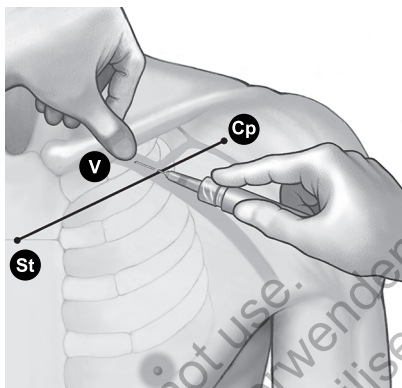

Figure 5. Emplacement du pouce et point d'entrée de l'aiguille
4. Appuyer un pouce contre l'index et déborder de 1 à 2 centimètres sous la clavicle pour protéger le muscle sous-clavier de l'aiguille (en cas d'hypertrophie manifeste du muscle pectoral, le pouce doit se projeter à environ 2 centimètres au-dessous de la clavicle car le muscle sous-clavier est sûrement lui aussi hypertrophié) (Figure 5 Emplacement du pouce et point d'entrée de l'aiguille en page 17).